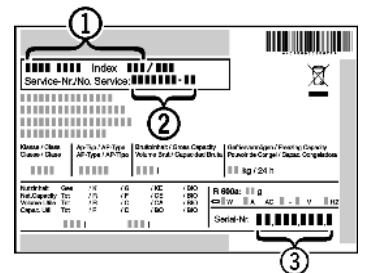

Fig. 20
- ▶ Прочетете от идентификационната табелка описанието на уреда *Fig. 20 (1)*, сервизния № *Fig. 20 (2)* и серийния № *Fig. 20 (3)*. Идентификационната табелка се намира на лявата вътрешна стена на уреда.
- ▶ Обадете се на сервизната служба и посочете неизправността, описанието на уреда *Fig. 20 (1)*, сервизния № *Fig. 20 (2)* и серийния № *Fig. 20 (3)*.